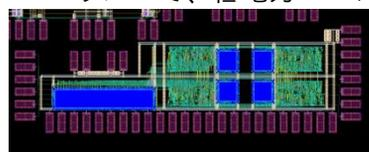

図2 最近の注目システムその1 メモリ・論理共役回路
- 最近の注目システム その1 **メモリ・論理共役回路** (図2) 人間の脳のニューロンと同様、回路そのものが論理であり、メモリであるダイナミックコンフィギュレーションの究極を行く回路